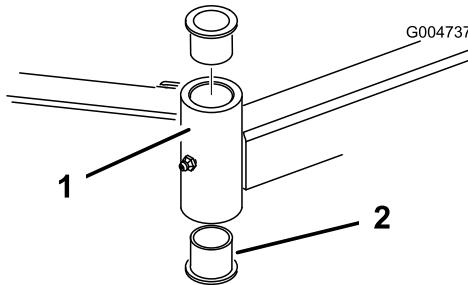

Figure 104
4. Insérez un chasse-goupille dans le haut ou le bas du tube de montage et chassez la bague hors du tube (Figure 104).